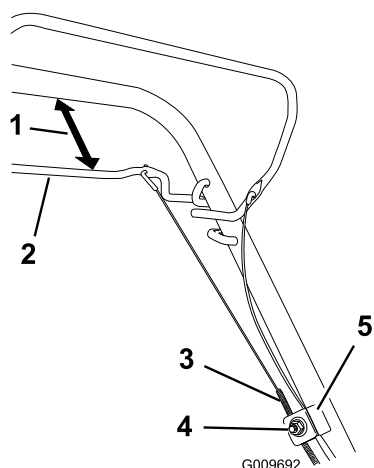

Figura 33
1. Afloje la tuerca del soporte del cable (Figura 33).
2. Sujete la barra de la transmisión autopropulsada a una distancia de 25 a 38 mm del manillar (Figura 33).
3. Tire hacia abajo de la cubierta del cable (hacia la máquina) hasta eliminar la holgura en el cable (Figura 33).